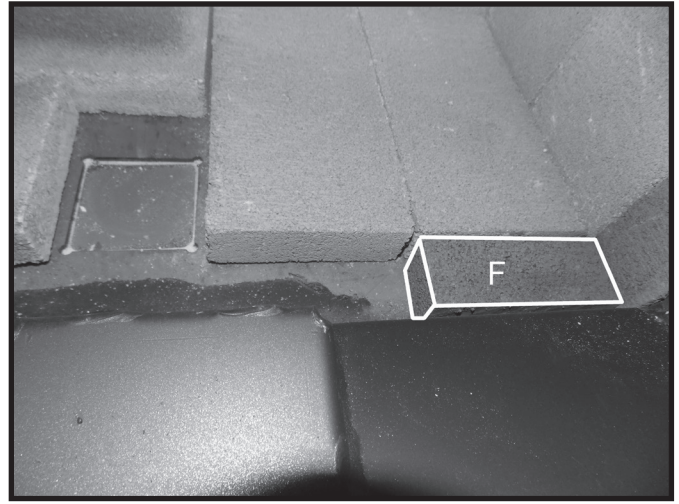
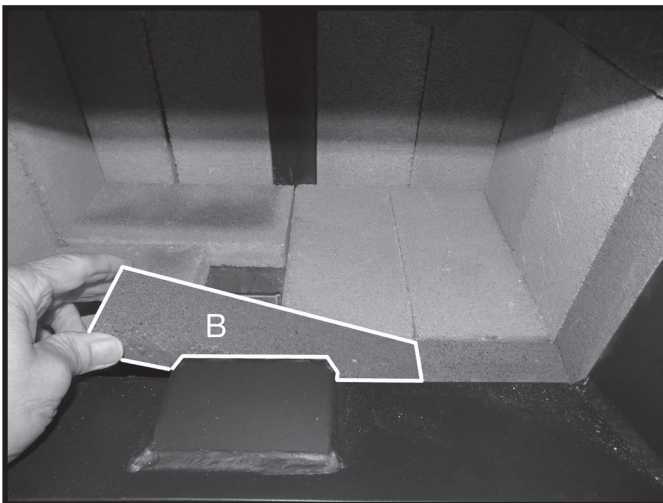
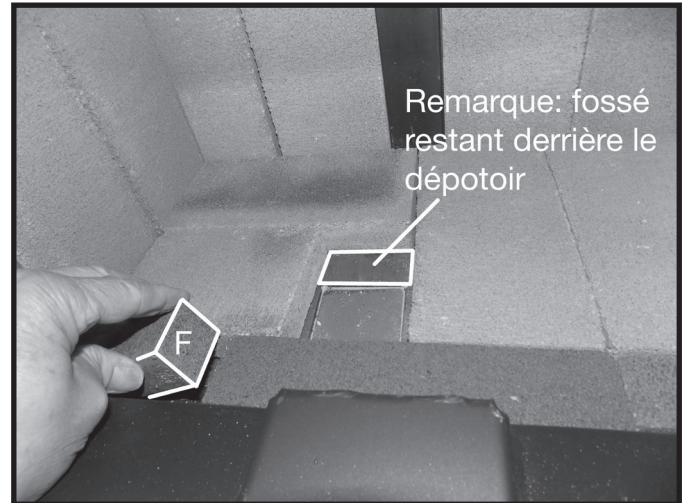

Figure 21: Petite brique étroite installée dans la rangée avant.
Figure 22: Longue brique centrale au premier rang.
Figure 23: Dernière petite brique étroite au premier rang.jpg
11. Placez une petite brique "F" étroite contre le côté avant droit du sol (Figure 21), puis une brique "B" plus longue au centre de la rangée avant (Figure 22). Terminer avec la dernière brique "F" placée contre la rangée avant du côté gauche (Figure 23) . Remarque: il restera un espace derrière le dépôt de cendres. Remarque: il restera une brique pleine grandeur en réserve.